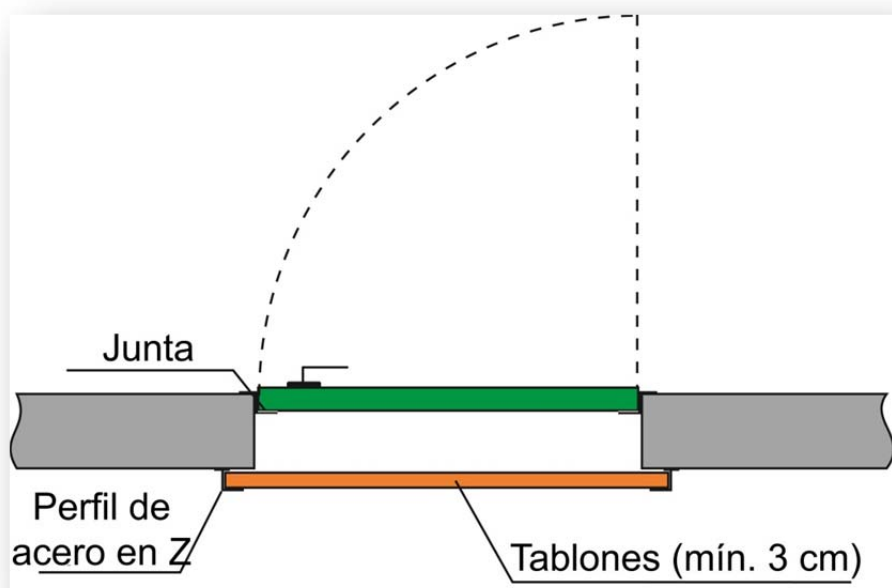

Figura 6 Protección de la puerta del almacén contra la presión y los impactos
- La tubería de inyección debe tener una sección final recta de entre 30 y 50 cm como mínimo para superar las turbulencias en el flujo de pellets que podrían provocar grandes ángulos de dispersión en la salida. (Véase la figura 6).